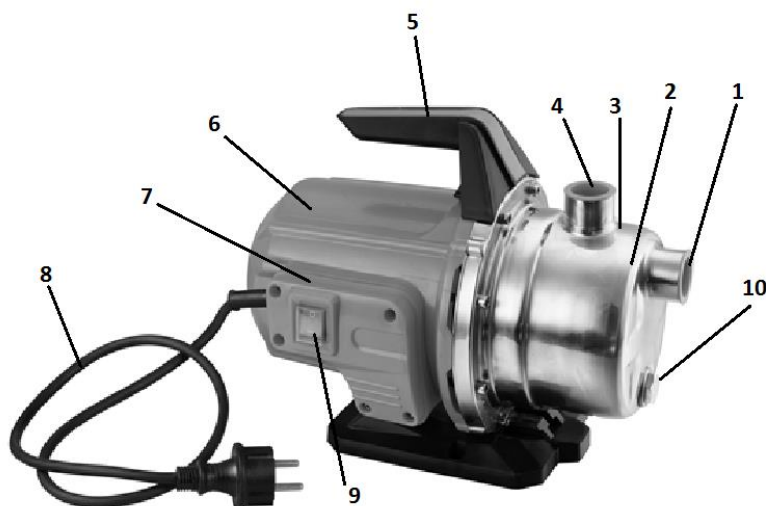
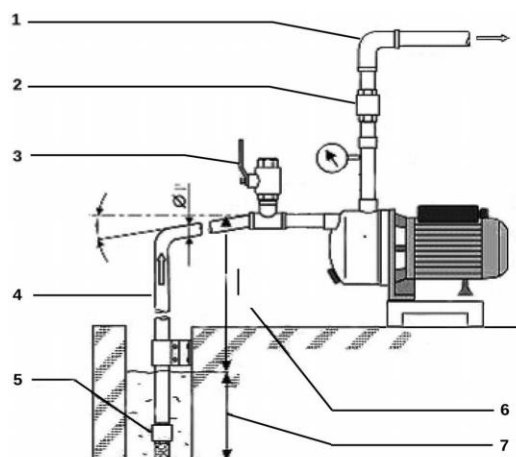

Рис.1 – Устройство садового насоса
Рис. 2 - Схема установки насоса
- Присоедините всасывающую трубу с обратным клапаном к входному отверстию (1) рис.1.
- Присоедините напорную трубу к выходному отверстию (4).
- Перед началом эксплуатации необходимо залить в насосную часть воду. Для этого открутите пробку (3) заливной горловины. Заливайте в систему воду, пока она не польется через край. Закрутите пробку.
- Для гарантированного всасывания воды, перед пуском полностью заполните всасывающий трубопровод 4 рис. 2. Удобно воспользоваться заливным краном 3, как показано на рис.2. Для того, чтобы вода не выливалась из всасывающего трубопровода (шланга) 4, на его конце должен быть установлен обратный клапан 5.
- Подключите насос к сети. При правильном подключении из водоразборного трубопровода 1 рис.2 потечет вода.
- Садовые насосы имеют встроенный переключатель тепловой защиты. В случае перегрева насосная станция останавливается и включается после того как остынет, через 15-20 минут. При автоматическом выключении станции, необходимо перевести насос в режим «выключить» кнопкой включения/выключения 9 рис.1.